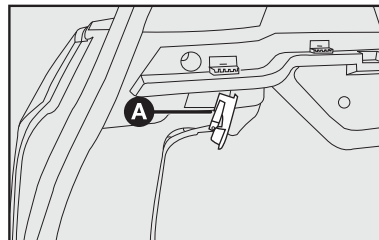

fig. 45
2) Retirar a lâmpada **A** puxando-a de sua sede **fig. 45**.